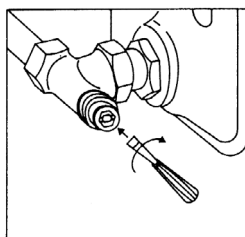

Bild 3
- 1.4 Zuletzt Hohlverschraubung mit Schraubendreher durch Rechtsdrehen bis zum Anschlag schrauben (Bild 3, nur „Combi 4“).
Wichtig: Bei nachträglicher Veränderung der Voreinstellung sollte erst mit dem Schraubendreher (Bild 3) durch kurze Linksdrehung die Hohlverschraubung gelöst werden. Dann Änderung der Voreinstellung mit dem Sechskantschlüssel SW 4 (1).